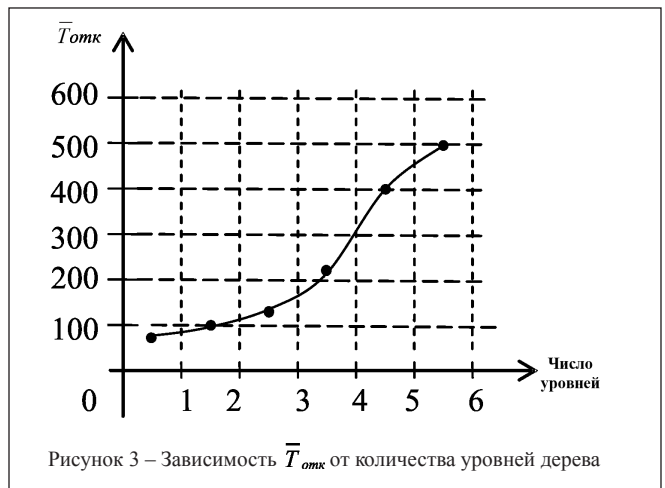

Рисунок 3 – Зависимость $\bar{T}_{отк}$ от количества уровней дерева
1. Зависимость среднего времени наработки системы на отказ $\bar{T}_{отк}$ от количества уровней структуры бинарного дерева (рисунок 3):